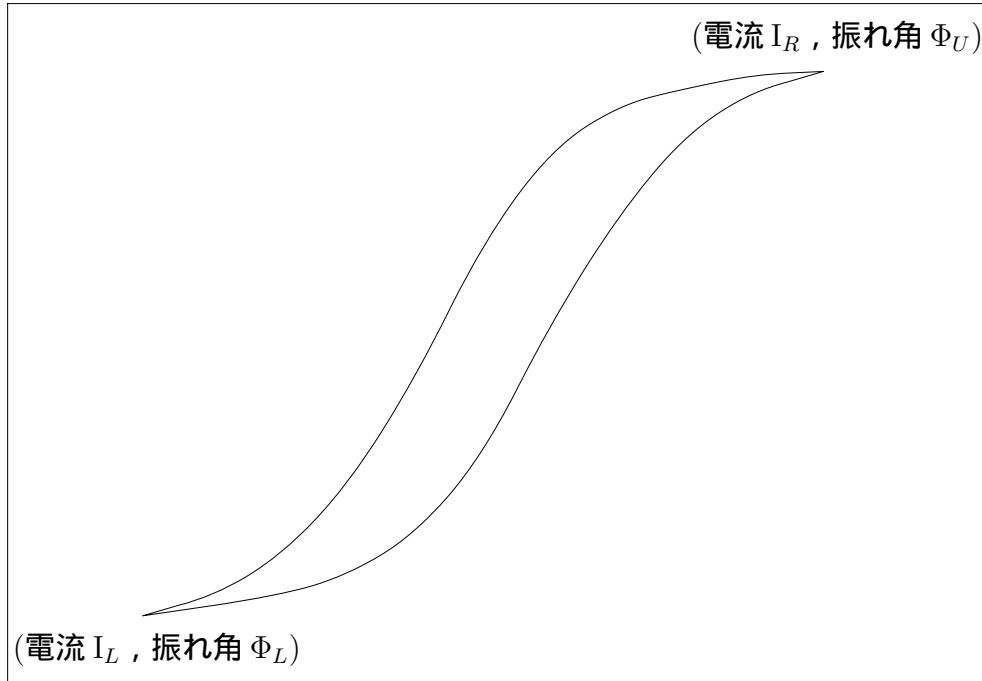

図 10.6: X-Y レコーダ記録用紙の整理
1. 図 10.6 の最左端の電流 I_L と磁束計の最下位の振れ角 Φ_L を記録する。
2. 図 10.6 の最右端の電流 I_R と磁束計の最上位の振れ角 Φ_U を記録する。